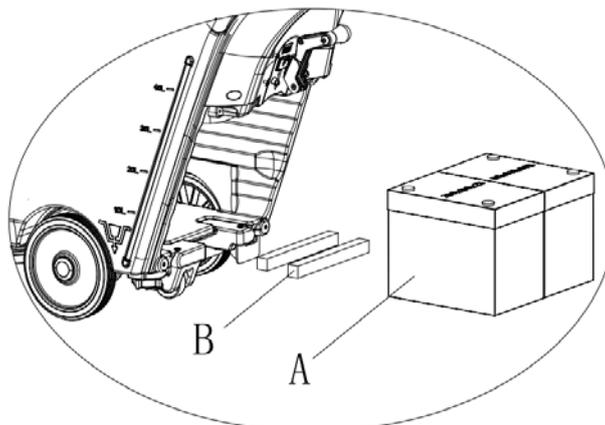

Abbildung 6
6. Ziehen Sie den Batteriestecker (9).
7. Öffnen Sie den Schmutzwassertankdeckel (24), um zu überprüfen, ob der Tank leer ist. Falls nicht, leeren Sie ihn durch den Ablaufschlauch (15).
8. Schrauben Sie den Raket-Regler (16) ab und entfernen Sie den Stecker des Abwasser-Saugschlauchs (11), um die Rakel abzunehmen.
9. Lösen Sie die Schrauben der Batteriefachabdeckung (10) und nehmen Sie diese ab.
10. Entfernen Sie den Stecker, der Rakethebel (12) und Rakethalter (19) verbindet und positionieren Sie den Rakethebel so, dass die Batterie bequem eingesetzt werden können.
11. Positionieren Sie Abwasser-Saugschlauch und Ablaufschlauch so, dass die Batterieinstallation nicht behindert wird. (A, Abbildung 6)
Ist die Batterie kleiner als angegeben, muss ein geeigneter Leitblock (B, Abbildung 6) gewählt werden, damit sich die angeschlossene Batterie nicht bewegen kann.